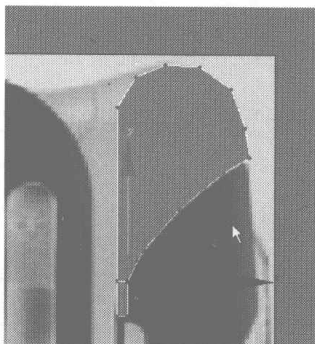
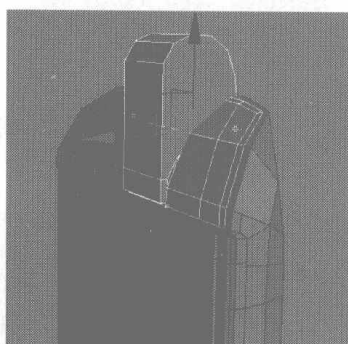

图 4.218
图 4.219
- 37** 在 Left 视图添加、调整边线，如图 4.218 所示，显示所有物体，再选择如图 4.219 所示的物体，并将未选择的物体隐藏。